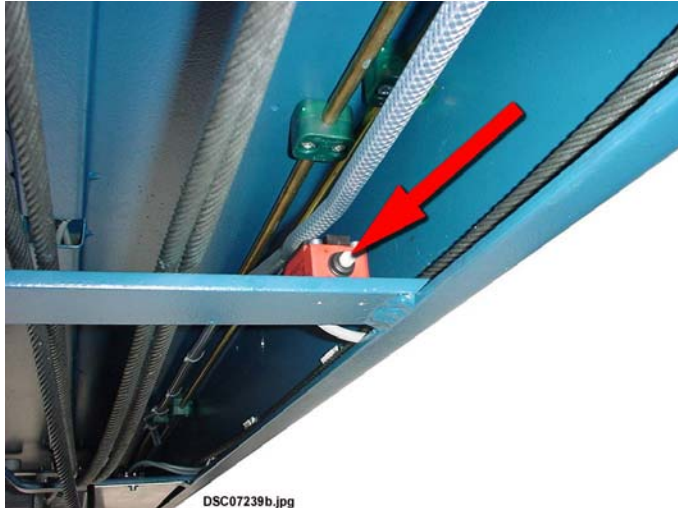

Bild 5:
- Bühne etwas anheben, Hebel auf Position “Heben” drücken und gleichzeitig den Überbrückungsschalter (unter der Schiene, siehe Bild 5) drücken.